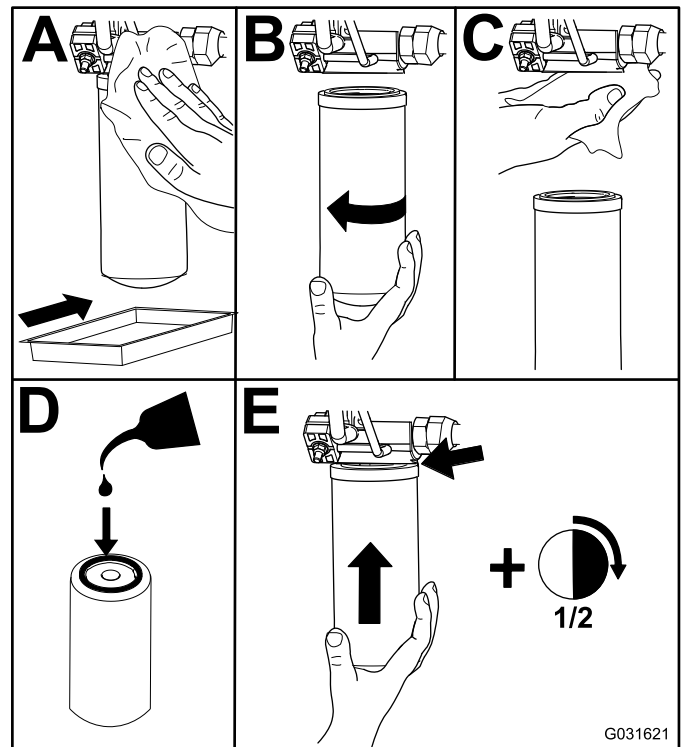

Figure 96
2. Remplacez le filtre hydraulique de charge au niveau du compartiment de levage hydraulique, comme montré à la Figure 96.
4. Reposez le filtre de retour sur le côté droit de la machine (Figure 96).